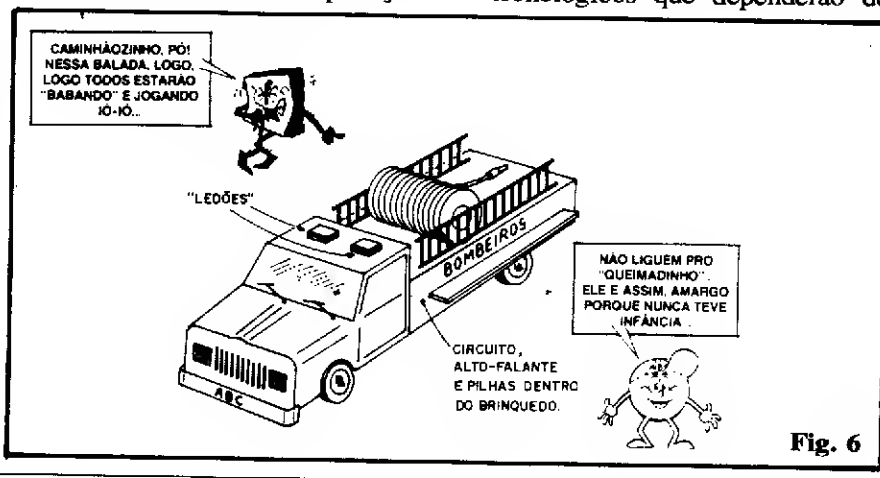

Fig. 6
- **FIG. 6** - A sugestão mais óbvia para utilização e adaptação do circuito, é aquela indicada pelo seu próprio nome (EFEITO CARRO DE BOMBEIROS...). Até um brinquedinho de camêlo, desses que custam uma "merrêca", pode ser fantasticamente incrementado, embutindo-se no dito cujo a montagem, instalando os LEDs em pontos convenientes (topo da "cabine"....), etc. Pode dar um pouquinho de trabalho, mas os resultados serão - garantimos - muito bons! É certo, porém, que a "coisa" não fica por aí... A imaginação do Leitor/Aluno poderá criar "mil e uma" aplicações